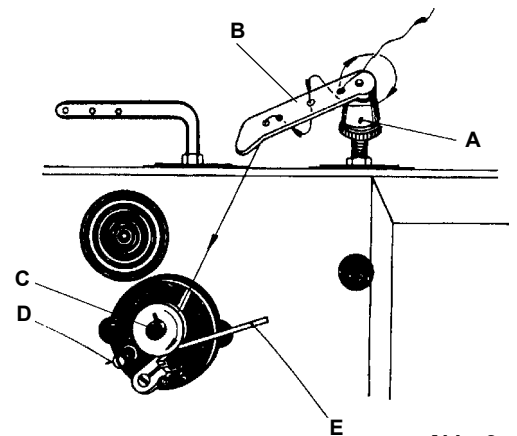

Abb. 3
6.2 Aufwickeln des Fadens auf die Greiferspule (Abb. 3)